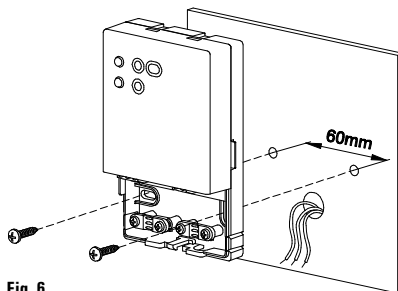

Fig. 6
- Fissare la piastra alla parete tramite le due sedi per viti con interasse 60 mm (utilizzare le viti e/o i tasselli in dotazione) - Fig. 6.